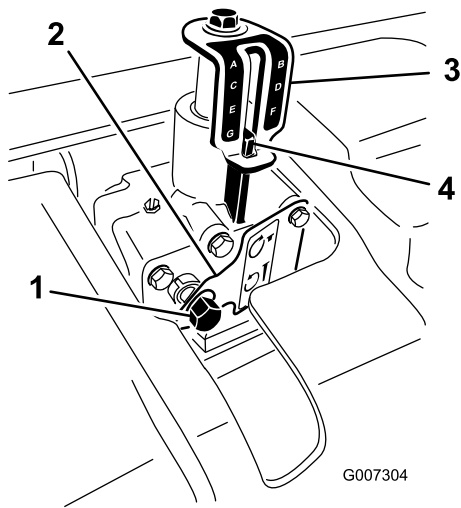

Figure 24
3. Insérez une douille de 9/16 pouce munie d'un rochet sur l'arbre d'entrée du dispositif de réglage de profondeur (Figure 24).
- Tournez le dispositif de réglage de profondeur dans le sens horaire pour réduire la profondeur d'aération et dans le sens antihoraire pour augmenter la profondeur d'aération. (Figure 24).
- Tournez l'arbre d'entrée du dispositif de réglage de profondeur jusqu'à obtention de la profondeur voulue, comme montré sur l'autocollant indicateur de profondeur (Figure 24).